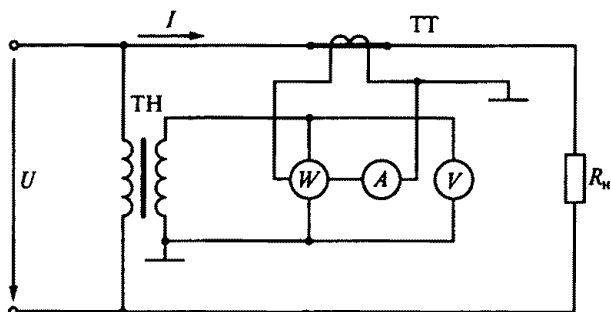

Рис. 179
6.53.Р. Какова цена делений ваттметра, амперметра и вольтметра в схеме, изображенной на рис. 179, если цена делений самих приборов соответственно $C_W = 10$ Вт/дел., $C_A = 0,5$ А/дел., $C_V = 1$ В/дел.; коэффициенты трансформации измерительных трансформаторов напряжения и тока соответственно $K_{\text{ТН}} = 100$, $K_{\text{ТТ}} = 5$; $U = 9000$ В; $I = 90$ А, а шкала каждого прибора имеет 100 делений? (Указать неправильный ответ.)